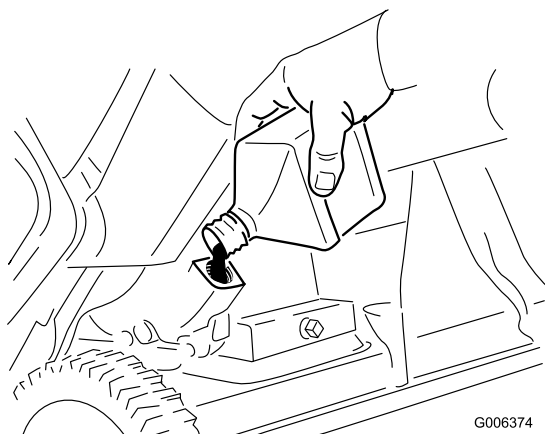

Figure 31
8. La machine étant en position d'utilisation, versez **lentement** de l'huile dans l'orifice de remplissage jusqu'au niveau de trop-plein (Figure 31).